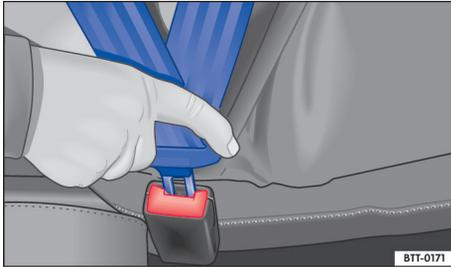

图 26 安全带锁扣和插口
- 将锁舌插入所属座椅的安全插锁内,下压,直至听到啮合声  $\Rightarrow$  图 26。安全带锁舌被锁扣锁止。